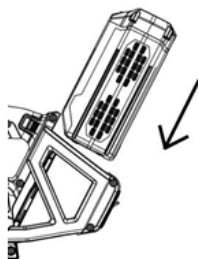

Fig 12
1. Inserire la batteria nella presa finché non si sente un chiaro "clic" (Fig. 12).